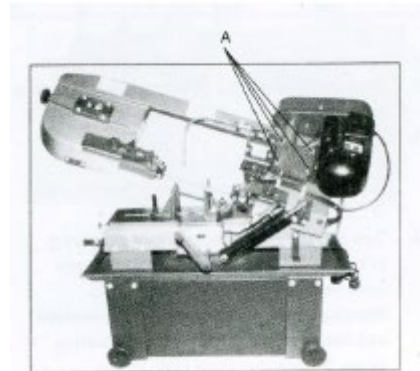

Fig.17
2. Lossa skruvarna (A – fig. 17) på växellådan och ta bort täckplåten och packningen.